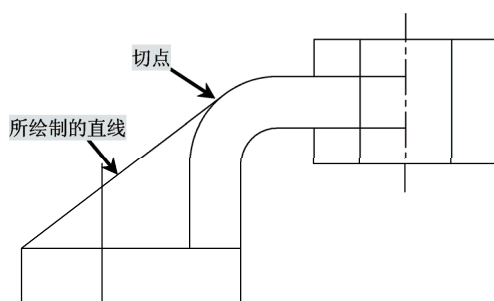

图 3-43 绘制直线
9) 执行“直线”命令 (l), 绘制直线, 如图 3-43 所示。